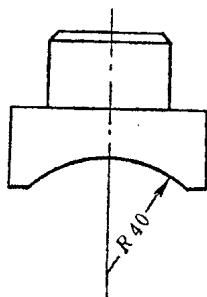

图16 半径尺寸的注法
3. R ——表示半径的符号，注在尺寸数字的前面，一般多用来表示不是整圆的圆弧。如图16，表示零件圆弧半径为40毫米。半径符号“ R ”是一个拉丁字母，其大小和高度应与尺寸数字一样，如 $R64$ 。